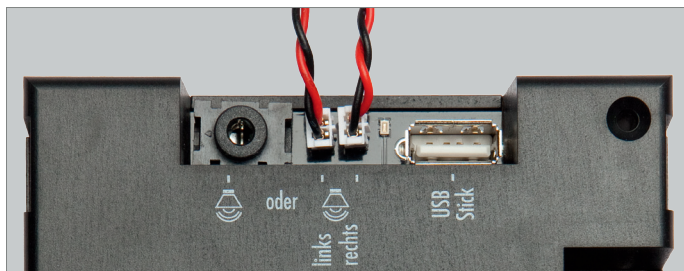

Abb. 3: Lautsprecher anschließen
- ▶ Schließen Sie die Lautsprecher an, siehe Abb. 3
- ▶ Stecken Sie den Klinkenstecker ein, siehe Abb. 3